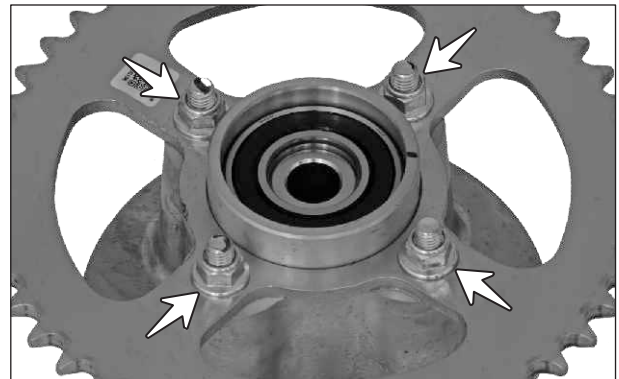

Fig. 6.89
- Retire las 4 tuercas (M8) del *sprocket*. (Fig.6.89)